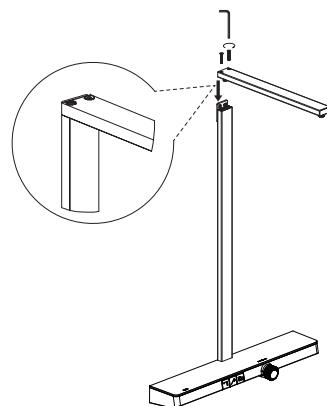

Figure 2
- e) Installez le tuyau du bras et fixez-le avec la clé Allen (Figure 2).